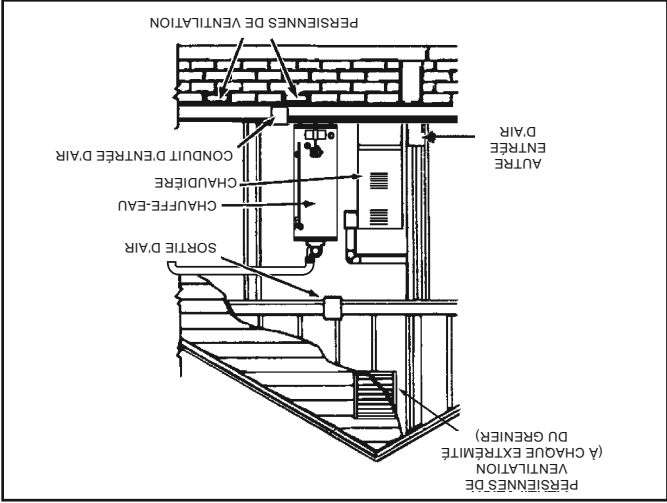

Figure 18.
Utiliser cette méthode si l'air comburant intérieur est insuffisant (voir Figure 18 à Figure 20). L'espace des appareils devra être pourvu de deux ouvertures permanentes, l'une placée à moins de 300 mm (12 po) du haut et l'autre à moins de 300 mm (12 po) du bas de l'espace clos. Ces ouvertures doivent communiquer, directement ou au moyen de conduits, avec l'extérieur ou avec des espaces (vide sanitaire ou grenier) qui communiquent librement avec l'extérieur.
1. En cas de communication directe avec l'extérieur, chaque ouverture doit avoir une aire libre minimale de 5,5 cm²/kW (1 po² par 4 000 BTU/h) de la puissance d'entrée totale de tous les appareils installés dans l'espace clos (voir Figure 18).